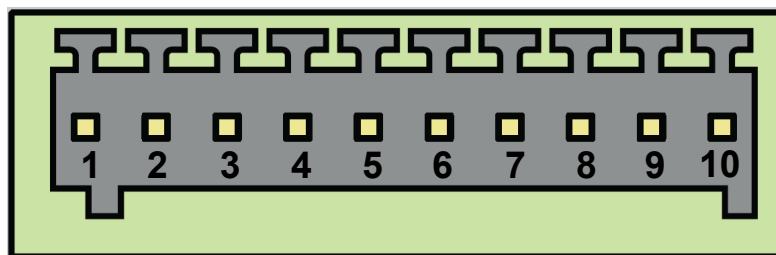

Рис. 2.8 Разрывной коннектор
Данный разъем используется для подключения внешнего устройства с интерфейсом RS485, питания 7...40 В, а также на этот разъем выведены выводы общего назначения GPIO. Сечение провода для ответной части – 0.2-0.5 мм² (IEC), 28-20 AWG (UL). Разрывной коннектор изображен на рис. 2.8. Назначение выводов разрывного коннектора представлено в табл. 2.4.